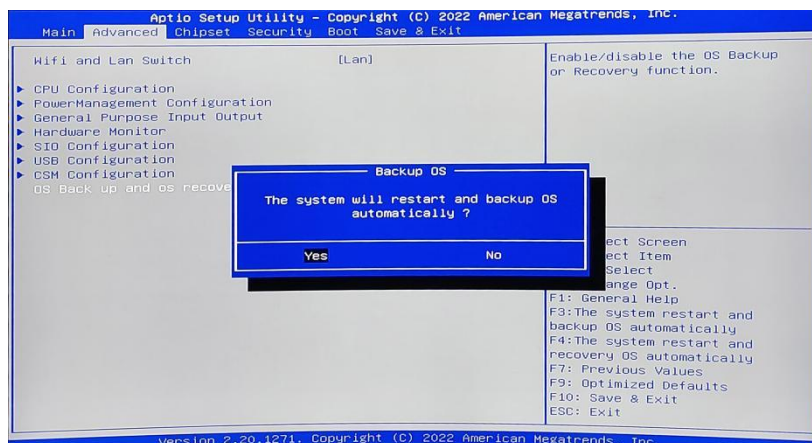

图 2 备份选择界面
(3) 按下键盘左上角的 F3 按键，就能进入备份选择界面（如图 2 所示），界面会出现提示使用键盘选中[YES]；